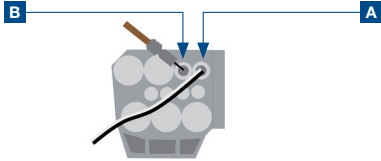

Abbildung 5
**Kammer A (Abbildung 5):** Kabelfarbe schwarz/weiß
**Kammer B (Abbildung 5):** Kabelfarbe braun